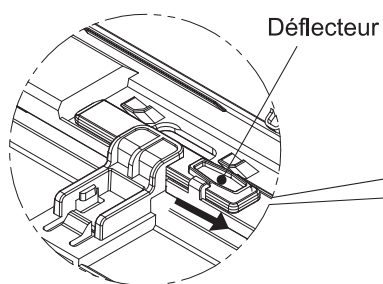
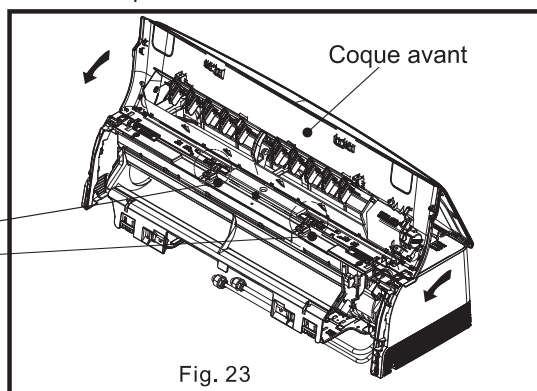
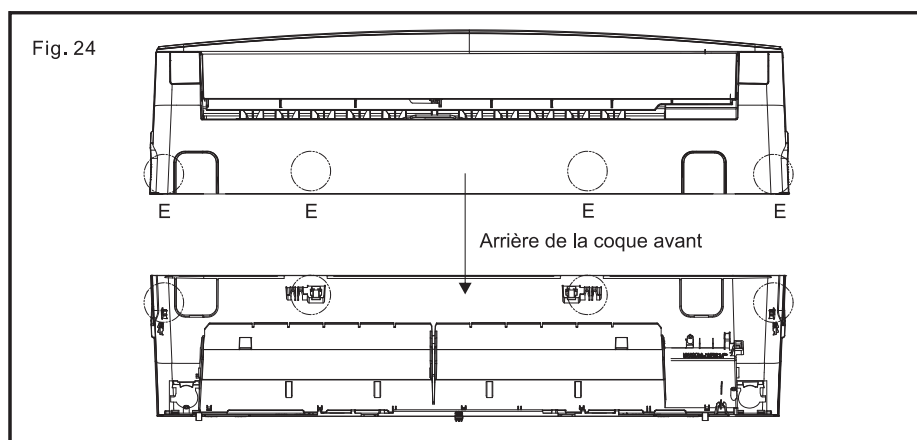
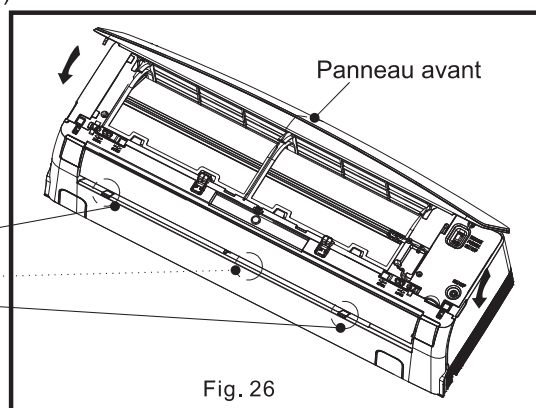

Fig. 22
Fig. 23
Fig. 24
Fig. 26
- 10) Tirez les déflecteurs comme illustrés sur la Fig. 22. Fermez la coque avant comme illustrée sur la Fig. 23. Ensuite en position E, appuyez pour attacher la coque avant comme illustrée sur la Fig. 24.
- 12) Fermez le panneau avant comme illustré sur la Fig. 26.
Fermez le panneau avant et la coque avant se référer aux Fig.22~Fig.26 de l'INSTALLATION DE L'UNITÉ INTÉRIURE.